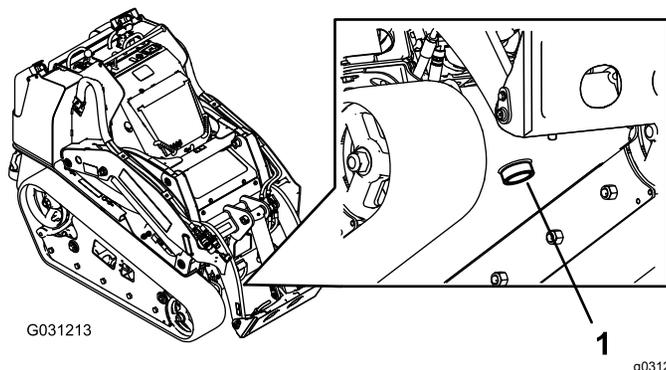

Рисунок 73
пробкой в передней части машины (Рисунок 73).
8. Снимите сливную пробку и дайте маслу стечь в поддон (Рисунок 73).